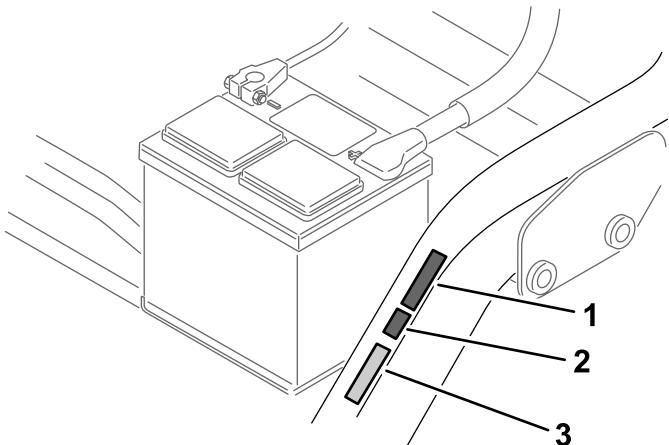

Figura 17
- Coloque la pegatina del año de producción CE junto a la pegatina de la marca CE (Figura 17).
- Coloque la pegatina de la marca CE junto a la placa del número de serie (Figura 17).